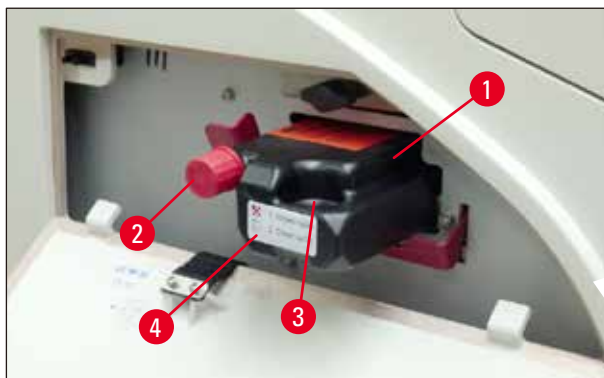

図 57
3. 保護フィルムを外した後、カートリッジを半分ほどカートリッジスロットに挿入します(→ "図 57")。